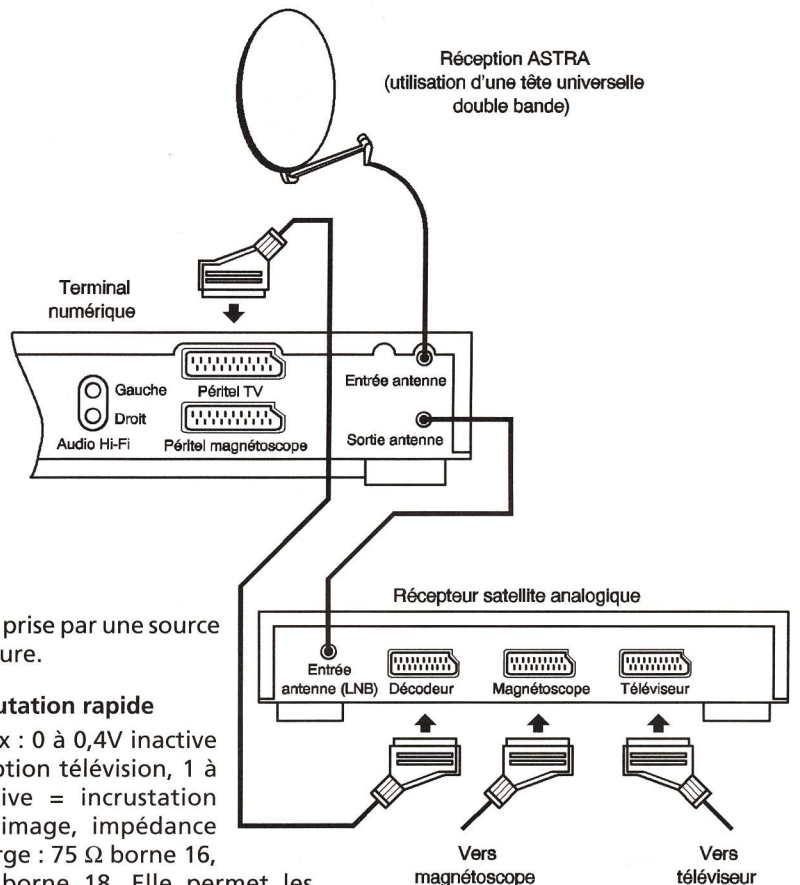

Fig 2 Réception des émissions analogiques et numériques du satellite Astra (Canal + Canalsatellite)
■ réception des émissions analogiques et numériques des satellites (figure 2)